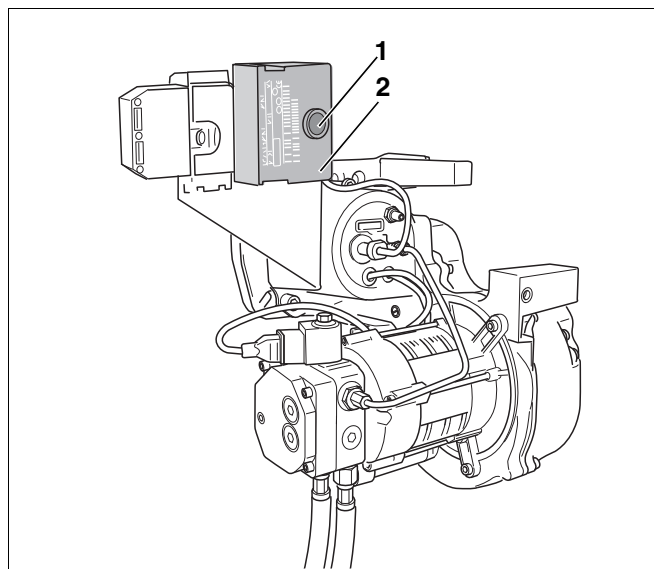

Рис. 13 Кнопка подавления помех и сигнальная лампа
кнопки подавления помех (Рис. 13,
- Нажать кнопку подавления помех (Рис. 13,
- Нажмите кнопку подавления помех (Рис. 13, поз. 1, стр. 17).